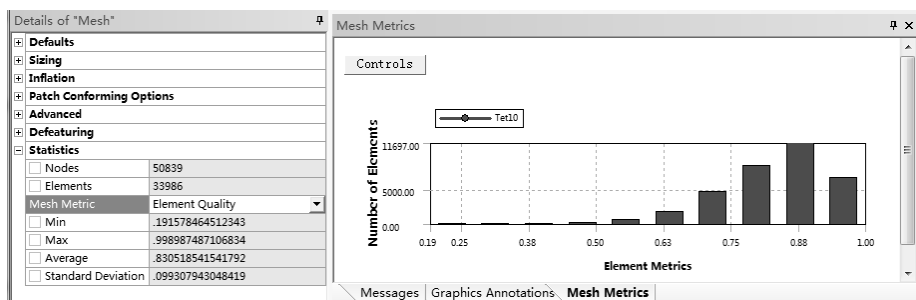

图 3-58 Element Quality (单元质量) 图表
(1) Element Quality (单元质量) 在【Mesh Metric】下拉列表中选择【Element Quality】, 在信息栏中出现【Mesh Metrics】窗口, 显示网格质量划分图表, 如图 3-58 所示。图中横坐标由 0 到 1, 网格质量由坏到好, 纵坐标显示的是网格数量, 网格数量与矩形条的高度成正比。